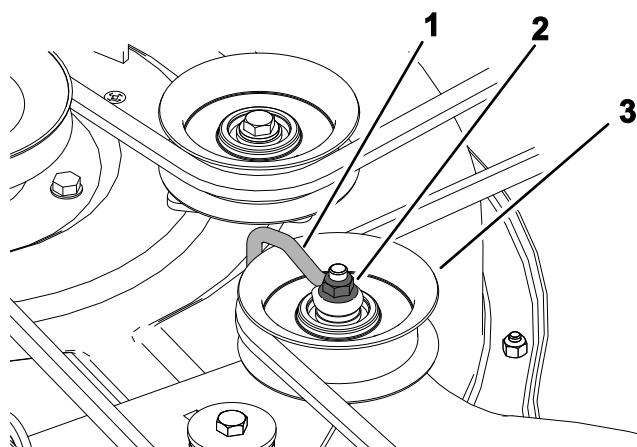

Figura 58
6. Pentru puni tanate, slăbiți piulița care fixează cablul la roata de antrenare a rolei de ghidare (Figura 58).
Notă: Poziționezi cablul pe brațul rolei de ghidare, aa cum este ilustrat în Figura 58.